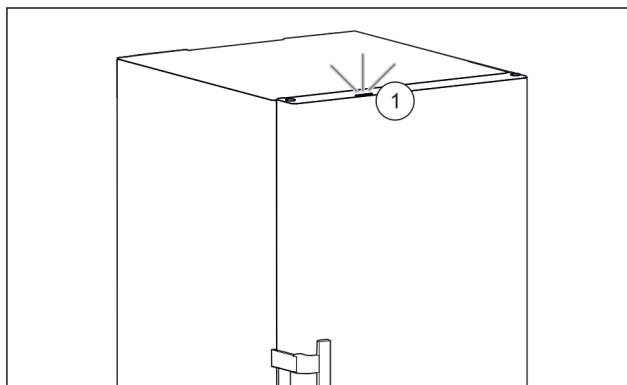

Fig. 56 Spia di stato attiva quando lo sportello è chiuso
- ▷ La spia di stato Fig. 56 (1) è attivata.